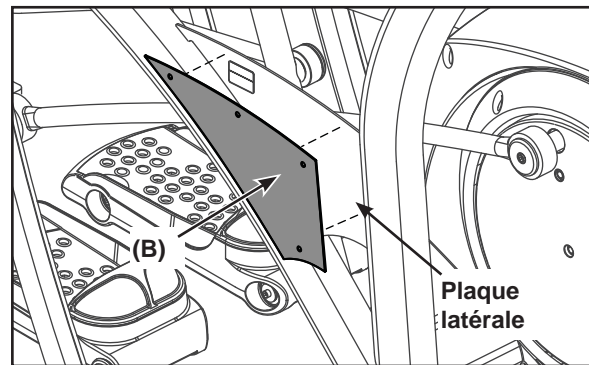

Figure 2
- A. Bras de calage, (1), 630A-150
- B. Gabarit du bras de calage, (1), 630A-345
- C. Vis de blocage à tête ronde 0,250-20 x 0,625, (3), HC620414
- D. Contre-écrou en nylon, (3), HN625200
- E. Rondelle SAE 0,250, (3), HS307600
- F. Mèche 9/32 po, (1), TE000009
- A. Attachez le gabarit de bras de calage (B) à la plaque de côté droit extérieure et scotchez-le en place. Reportez-vous à la figure 2.
- B. À l'aide de la perceuse et de la mèche de 9/32 po (F), percez quatre trous, tel qu'illustré sur le gabarit de bras de calage. Reportez-vous à la figure 2.